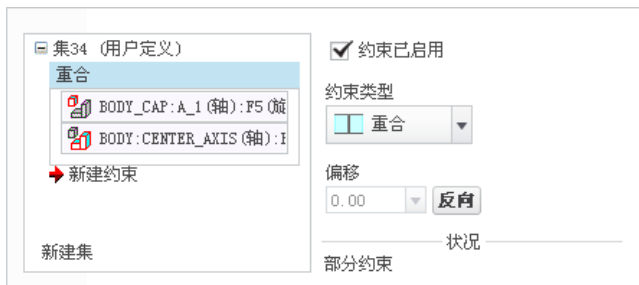

图 9.5.59 轴“重合”约束参考
(1) 定义轴“重合”约束。轴  重合 约束的参考如图 9.5.59 所示。